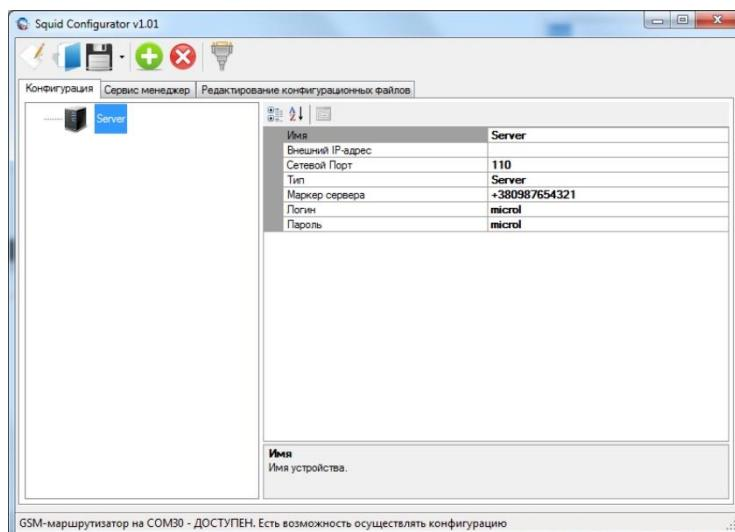

Рисунок 7.1.3 – Вкладка «Конфігурація»
2. Перейти на вкладку «Конфігурація» та виділити піктограму сервера, рисунок 7.1.3.